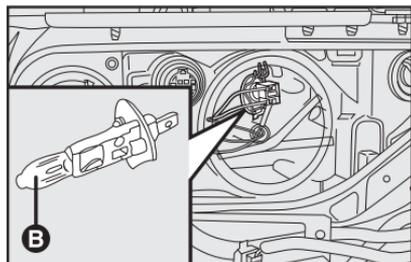

fig. 18
LUCES ALTAS - fig. 18
- quite la lámpara **B-fig. 18** y sustitúyala;